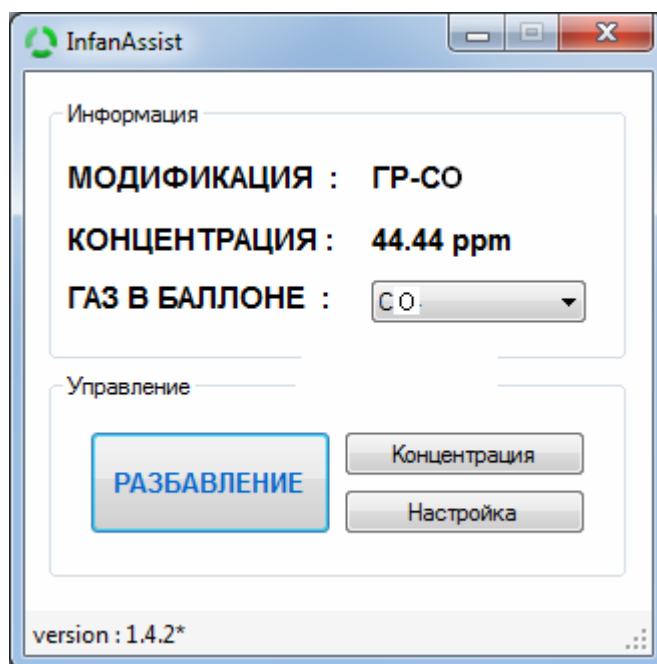
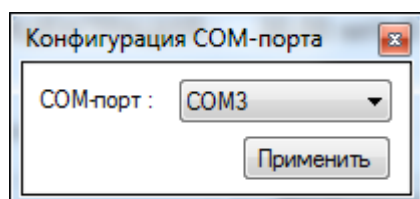

Рисунок 3 Главное окно программы
Рисунок 4 Настройка COM-порта
2.4.2 Запустить программу управления генератором. Для запуска программы необходимо запустить иконку на рабочем столе Windows «InfanAssist GR», либо иконку в главном меню Windows «Пуск → Программы → InformAnalytica → ИНФАН → InfanAssist GR». После запуска «Infan Assist» на экране монитора появится главное меню управления программой. Главное меню программы представлено на рис. 3.
Для начала работы необходимо указать в программе номер последовательного COM-порта компьютера, к которому подключен прибор (по-умолчанию COM1). Номер COM-порта будет сохранен, и при последующем запуске программы нет необходимости указывать его снова, если прибор не подключен к другому порту. Диалоговое окно настроек программы вызывается нажатием кнопки «Настройка» главного окна программы (см. рис. 3). В данном окне необходимо выбрать из списка соответствующий COM-порт и нажать кнопку подтверждения «Применить» (рис. 4).